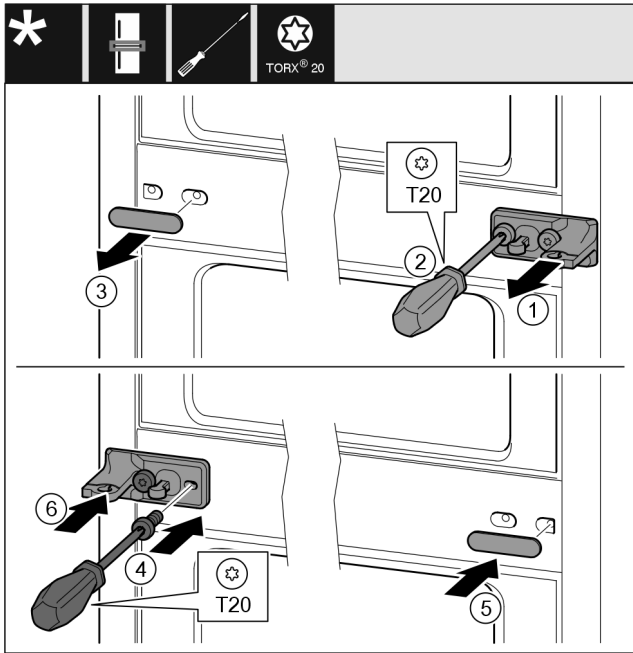

Fig. 10
- ▶ Lironi kapakun. Fig. 10 (1)
- ▶ Nxirrni jashtë vidat me një kaçavidë T20. Fig. 10 (2)
- ▶ Lironi me kujdes kapakun mbulues. Fig. 10 (3)
- ▶ Mbërtheni fort bazamentin mbështetës në anën tjetër të rrotulluar me 180°. Fig. 10 (4)
- ▶ Vendosni kapakun të rrotulluar me 180°, në anën tjetër. Fig. 10 (5)
- ▶ Shtyni kapakun brenda nga përpara. Fig. 10 (6)